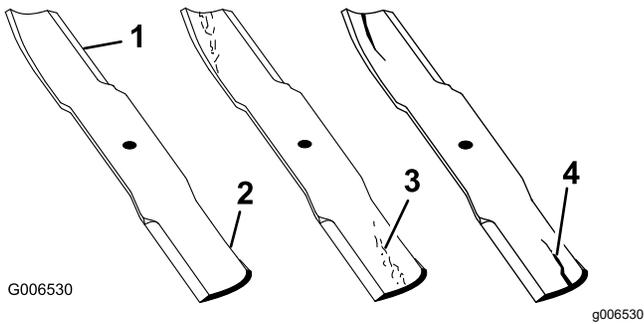

Bild 14
1. Untersuchen Sie die Schnittkanten (Bild 14).
4. Wenn Sie Risse, Verschleiß oder Rillenbildung in diesem Bereich feststellen, sollten Sie sofort ein neues Schnittmesser einbauen (Bild 14).